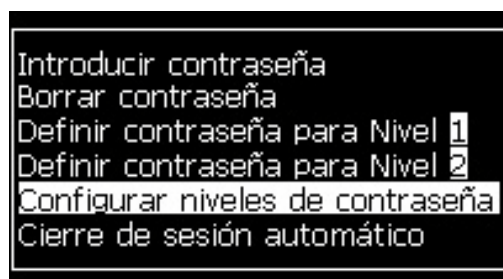

Figura 4-8. *Set Password Levels* (*Configurar niveles de contraseña*)
- 1 Pulse *Alt + w* y seleccione *Set Password Levels* (*Configurar niveles de contraseña*) (consulte Figura 4-8) para abrir la pantalla *Change Password Levels* (*Cambiar niveles de contraseña*) (consulte Figura 4-9).